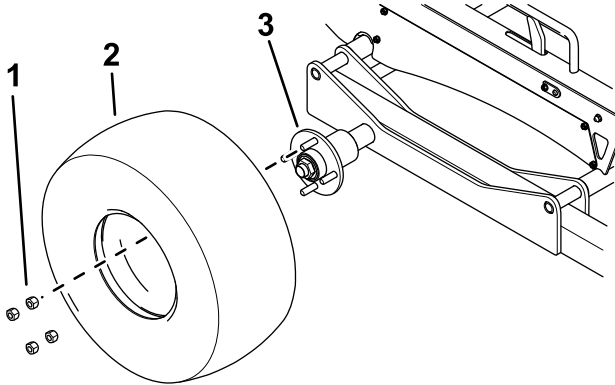

Figura 21
1. Monte un conjunto de rueda en cada cubo del eje con 4 tuercas (Figura 21).